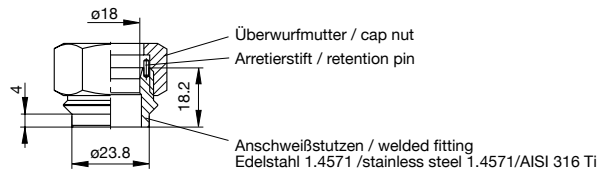

Fig. 2
- Mit Schraubmesskopf oder Einsteckmesskopf für Sensoradapter TP, Kugelhahn BV und Anschweißstutzen. Der Sensoradapter TP... (siehe Fig. 2) ermöglicht den lagegenauen Einbau und Austausch des FS10-EX. Der Kugelhahn BV... (siehe Fig. 2) ermöglicht darüber hinaus den Einbau oder Austausch des FS10-EX durch Schließen der Zu- und Ablaufleitung.
- With screw-in or plug-in type monitoring head for sensor adapter TP, ball valve BV and welded fitting. The sensor adapter TP... (see fig. 2) facilitates correct positioning and replacement of the FS10-EX. The ball valve BV... (see fig. 2) enables installation or removal of the FS10-EX by closing the input and output pipe.